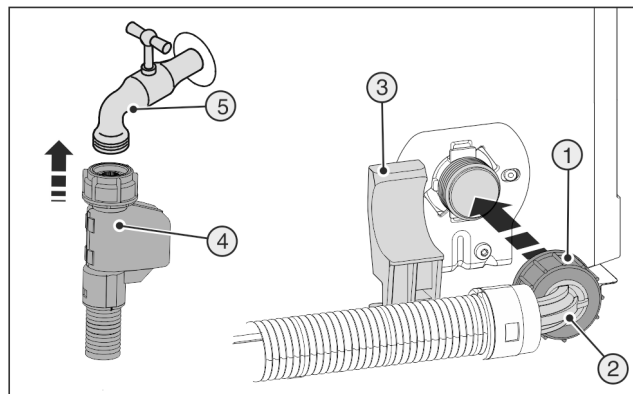

Fig. 22
- Collegare l'estremità diritta del tubo flessibile Fig. 22 (4) al rubinetto d'intercettazione Fig. 22 (5).